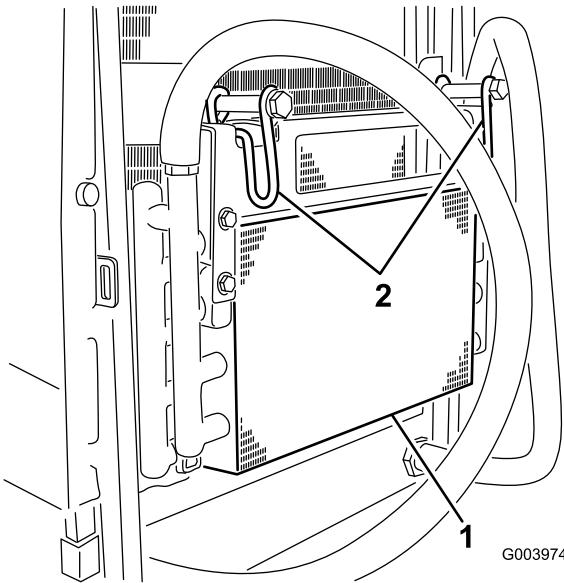

Figura 63
5. Articule os trincos para dentro para libertar o arrefecedor do óleo (Figura 63).